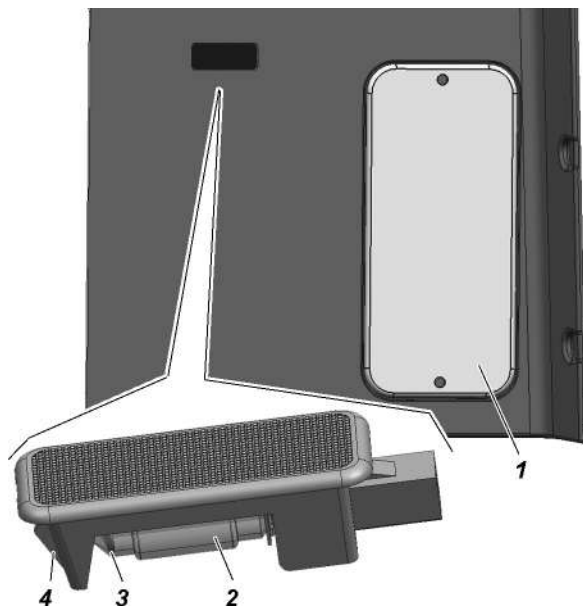

Рис. 9.50. Плафон освещения багажника:
**Плафон освещения багажника** на автомобиле УАЗ ПАТРИОТ расположен на правой боковине багажного отделения (рис. 9.50). Для замены лампы извлеките плафон выглаткиванием через боковой лючок под крышкой 1. Замените лампу 2 отжав держатель 3.